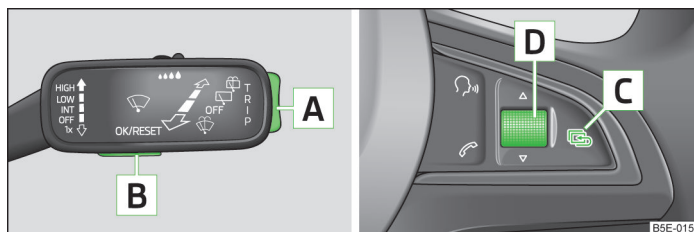

Abb. 9 Tasten (Einstellrad) am Bedienungshebel / am Multifunktionslenkrad
Wenn man den durchschnittlichen Kraftstoffverbrauch für einen bestimmten Zeitraum ermitteln möchte, dann muss der Speicher bei neuem Messbeginn auf null gesetzt werden » *Abb. 9* auf Seite 26.
- Kurz auf die Wipptaste **A** » Abb. 9 oben oder unten drücken.
- Das Einstellrad **D** » Abb. 9 nach oben oder unten drehen.
› Die Taste **B** bzw. das Einstellrad **D** » Abb. 9 auf Seite 26 kurz drücken.
› Die Taste **B** bzw. das Einstellrad **D** » Abb. 9 auf Seite 26 länger drücken.